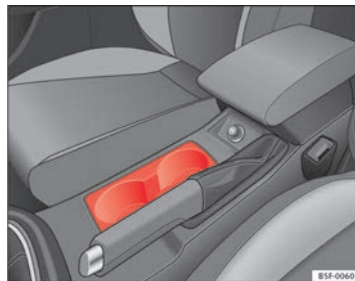

Abb. 79 Mittelkonsole: Vorderer Getränkehalter
- Stellen Sie die Getränke in den Halter ⇒ Abb. 79. Der Halter bietet Platz für zwei Getränke. In den Türverkleidungen können Sie auch größere Plastikflaschen verstauen.